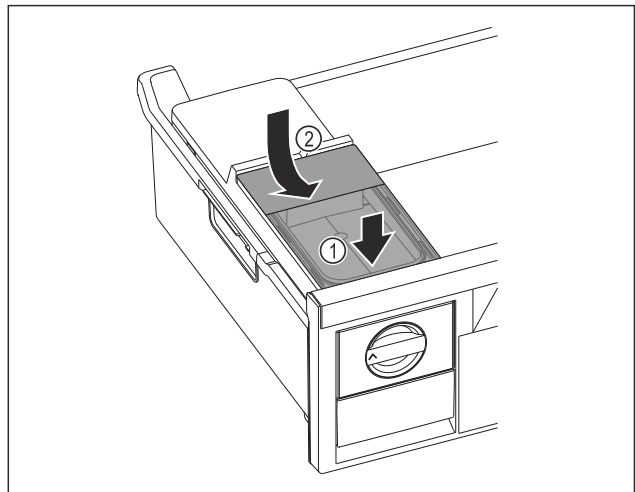

Fig. 98
- ▶ Wassertank vorne ansetzen. Fig. 98 (1)
- ▶ Wassertank hinten absenken. Fig. 98 (2)